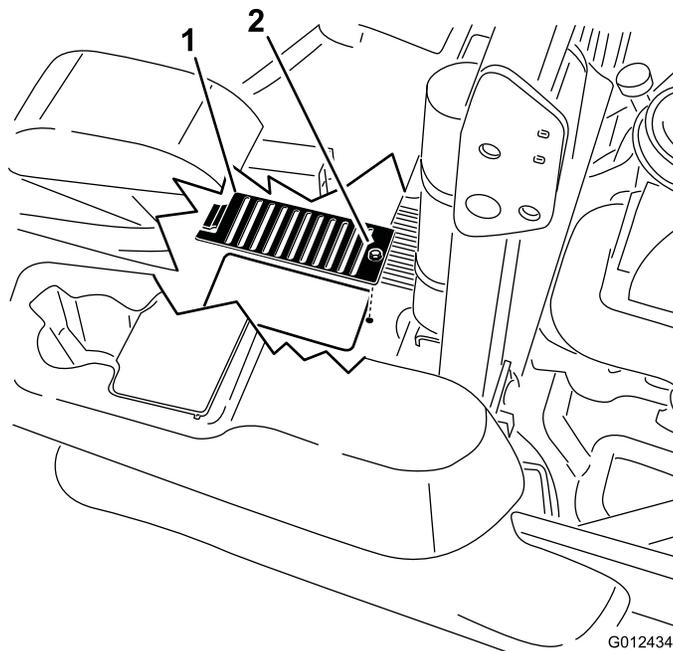

Figura 78
6. Togliete il coperchietto e il relativo bullone sopra ogni asta di livello. Pulite l'area attorno a ogni asta di livello e all'unità idraulica (Figura 78).